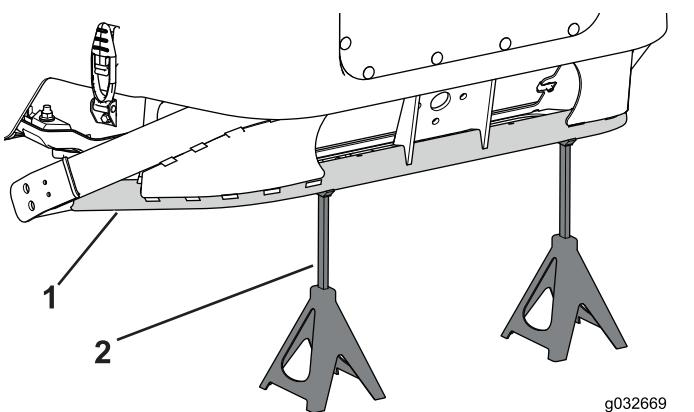

Figura 115
- Utilice un gato de suelo para elevar la parte trasera de la máquina lo suficiente para instalar las ruedas de verano, y apoye el bastidor sobre gatos fijos (Figura 115).
6. Utilice un gato de suelo para bajar las ruedas de verano ruedas al suelo, y apoye la parte trasera de la máquina con gatos fijos (Figura 115).